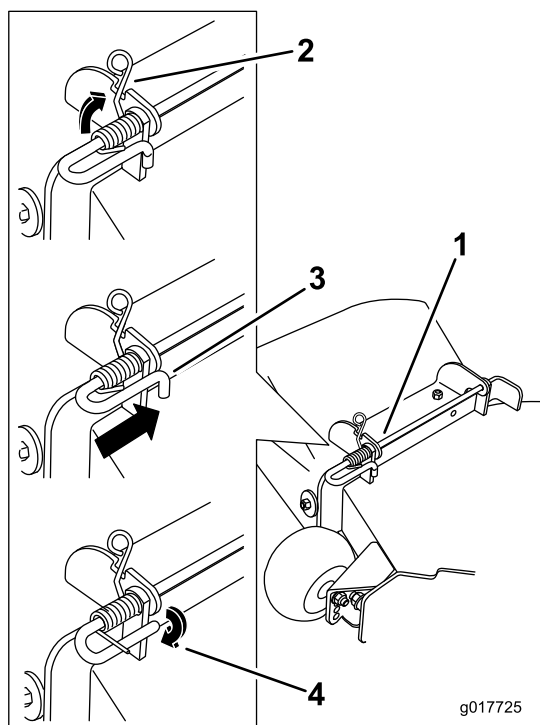

Figure 72
5. Fixez l'ensemble tige et ressort en le tournant de sorte à pouvoir placer l'extrémité courte de la tige derrière le support avant soudé au tablier de coupe (Figure 72).